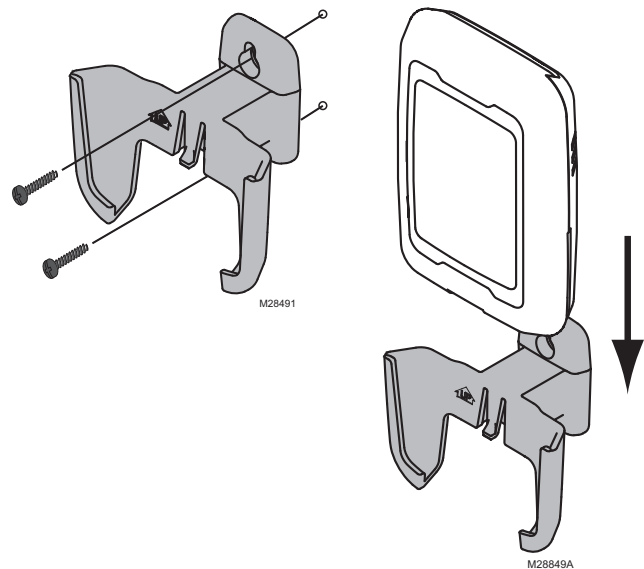

Fig. 3. Montage du support de capteur et du capteur.
1. Monter le support du capteur sur un mur vertical, à au moins 6 pouces en dessous de tout surplomb. Choisir un emplacement à l'abri de la lumière solaire directe. Voir la Fig. 3.
7. Remettre le cache du capteur sur le capteur et le capteur dans son support. Voir la Fig. 3.